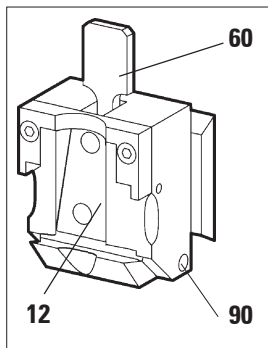

Fig. 34
- Fixturens rörliga delar för preparatklämman (10) och laxspårstapphålets (14) rörliga delar
- T-röret (19) på mikrotomfundamentet
- Spännpakarna (2) och (20) på mikrotomfundamentet
- Glidskenorna (91) för knivhållarfästet på mikrotomfundamentet
- Spännpakarna (39) och (24) på knivhållarfästets vänstra och högra sida
- Glidskenorna (92) för den laterala justeringsmekanismen på knivhållarfästet (21).
- T-röret (26) på knivhållarfästet (21).
- Knivskyddets skjutbara ytor (3) och den räfflade muttern (73) på knivhållare N.
- Spännpaken (89) för knivhållare E.
- Navet (90) till spännpaken för kassettklämman (se Fig. 34).